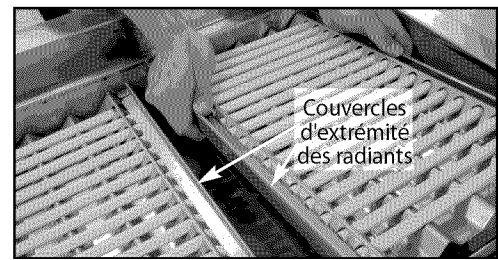

Fig. 41
5. Placez le radiant assemblé dans l'appareil (Fig. 41).
Le placement des plateaux dans le grill est crucial pour assurer une performance de cuisson uniforme. Les couvercles d'extrémité des radiants verrouillés doivent se trouver au milieu du grill. Voir Figure 41.